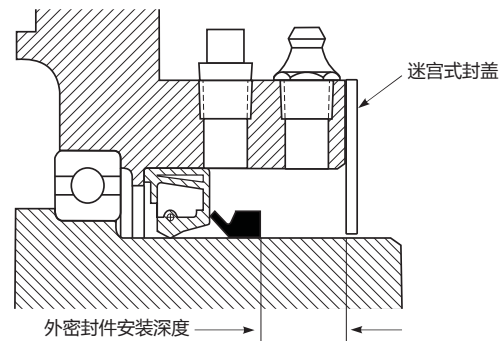

图 4
2. 拆除逆止器的迷宫式封盖（请参见图4）。用溶剂清洁凸轮和轮毂面，去除所有锋利的毛刺，防止划伤密封件。
5. **外密封圈**——在准备安装的新密封外侧和内径面涂一层薄薄的NLGI#2 润滑脂。将新的外密封圈放在内凸轮上，密封唇朝内侧（请参见图4）。均匀地绕径旋转，直至外密封件安装到在表1中找到的深度。